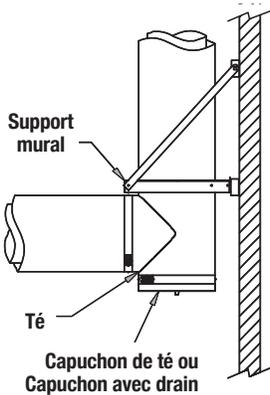

Figure 9 - Té suspendu
- Pour supporter le té, l'emplacement préféré est au-dessus du té (voir **Figure 9**).